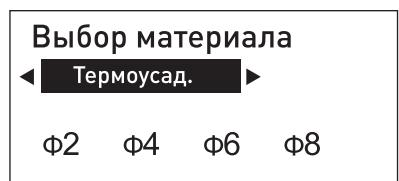

Рисунок 4.3-1
1) После установки термоусадочной трубы, запустите устройство и войдите в раздел выбора материала, на дисплее отобразится (Рис. 4.3-1)